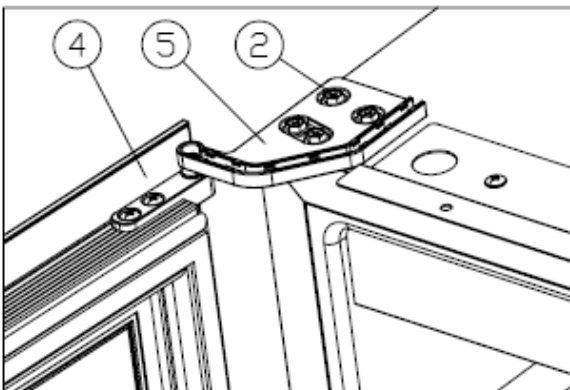

Figure 6
Draai de deur (4) 180 graden en plaats het rechteronderste scharnier (5), schroef de M5\*16-schroeven (2) erin. [Figure 6]